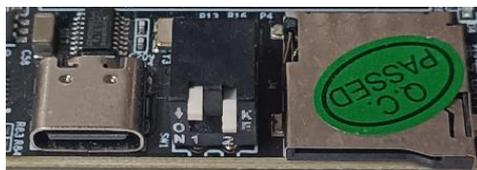

图 1-45 QSPI 启动模式
(5) 接下来将开发板切换到 QSPI 模式 (↑↓)，如图 1-45 所示：